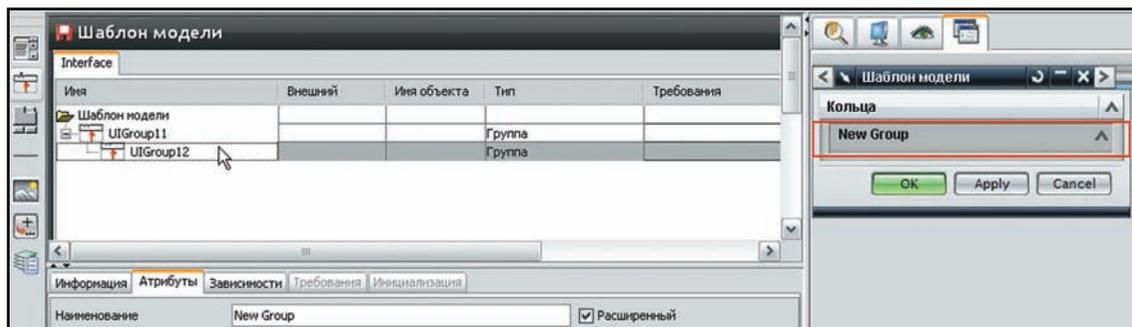

Рисунок 10.9 Создание дочерней группы
- В нашем случае мы хотим сделать элемент дочерним, то есть создать подгруппу элементов в рамках существующей группы. Поэтому перетащите элемент «Группа» на строчку уже вставленной группы и, добившись равномерной толщины красной рамки, отпустите кнопку мыши. В атрибутах добавленной подгруппы измените её имя (рис. 10.9).